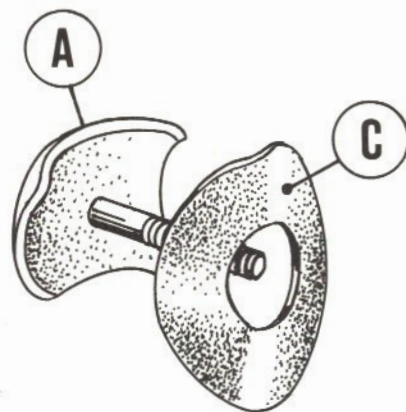

Fig. 27
5) - Montare la rondella di rinforzo «C» sull'attrezzo «A» come indicato nella fig. 27; applicare il gruppo sulla scocca **dall'interno del vano serbatoio**: in tal modo il bullone dell'attrezzo «A» fuoriesce all'esterno dell'asola della scocca. Inserire ora su